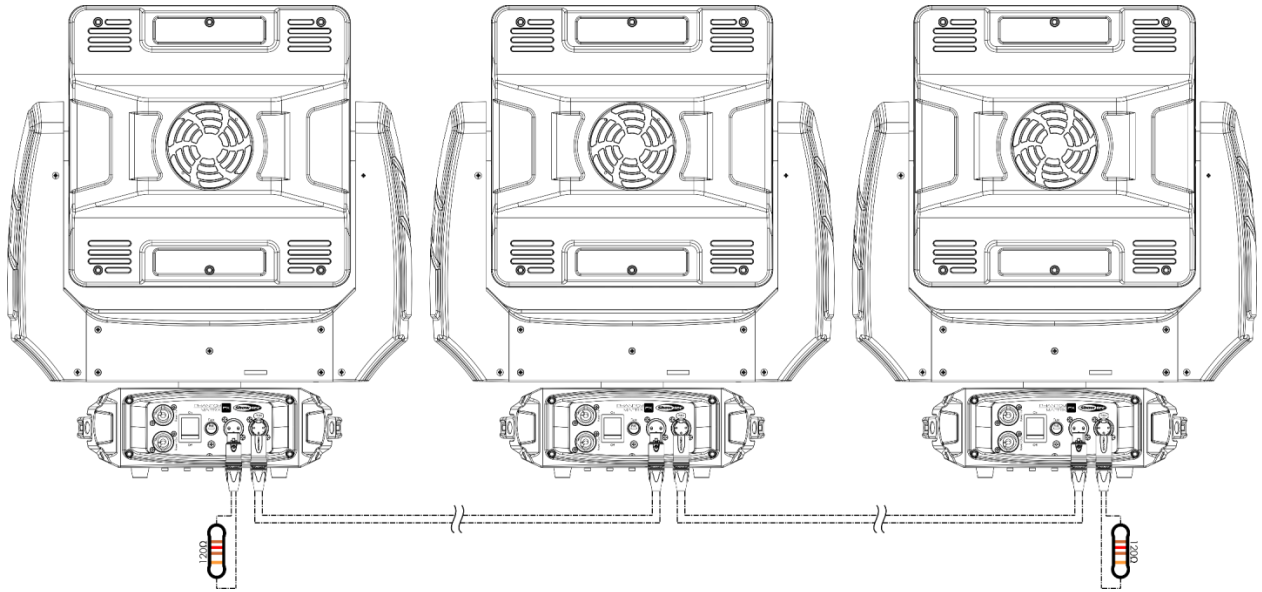

Fig. 03
- 05) Collegare le unità come indicato nella fig. 03. Collegare un cavo di segnale DMX dall'uscita "out" DMX della prima unità all'ingresso "in" della seconda unità. Ripetere questo processo fino a collegare la seconda, la terza e la quarta unità. Sarà possibile usare le stesse funzioni sul dispositivo master di quelle descritte a pagina 17-18. Ciò significa che sul dispositivo master sarà possibile impostare la modalità di funzionamento desiderata e che tutti i dispositivi slave risponderanno esattamente come il dispositivo master.